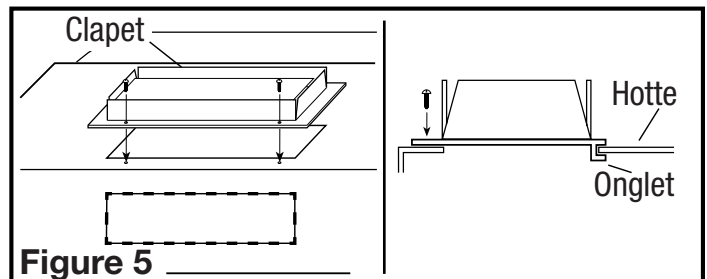

Figure 5
- Pour un conduit vertical ou horizontal de 8,25 x 25,4 cm (3-1/4 po x 10 po), installer l'assemblage de clapet à la hotte en glissant la section à onglets du clapet sous le corps de la hotte et en vissant les deux vis fournies. À l'aide de ruban adhésif approuvé, appliquez autour du col pour sceller les fuites d'air (**Figure 5**).